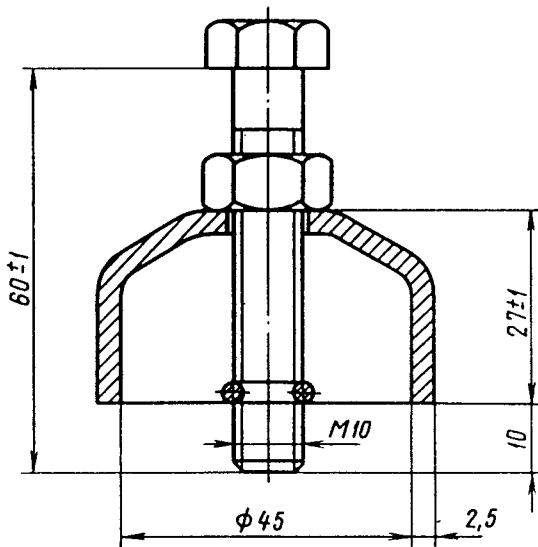

Bild 152. Abzieher für Achsschenkelbolzen
16. Achsschenkelbolzen mit Hilfe des im Bild 152 gezeigten Abziehers herausziehen und Achsschenkelkörper abnehmen.